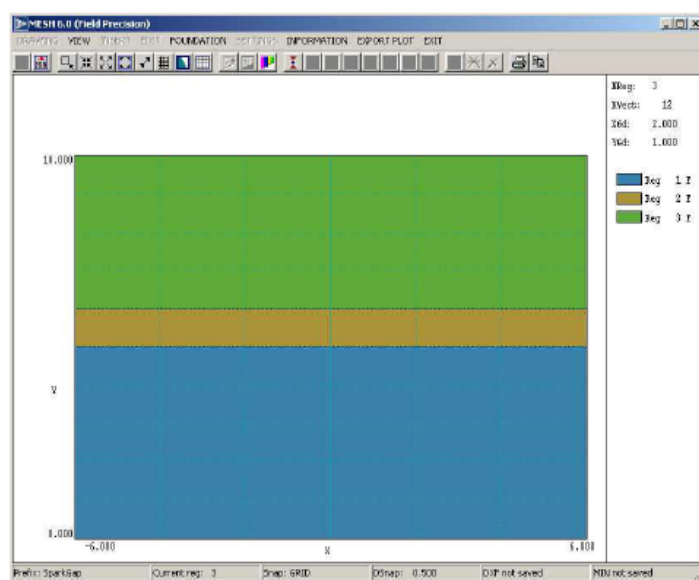

図 10 Fill（塗りつぶし）表示モードで図示された region 1、2、3
Filled(充填)領域が正しく作られているか（すなわち、ベクトルが連結していて、閉領域を取り囲んでいるか）をチェックすることができます。メニューコマンドの「VIEW」→「Toggle FILL display」をクリックするか、それに対応するボタンを用いてください。画面プロットは、ベクトル表示から、Fille(充填)領域で占められた空間の表示に変わります（図 10）。ベクトルを入力し、編集するすべてのメニューコマンドが使用不可になっていることに留意してください。ベクトルプロットモードに戻るときには、再び「Toggle FILL display」コマンドをクリックしてください。「DRAWING」→「Export DXF file」コマンドを用いて、これまでの作業をバックアップしておくとい良いでしょう。
- 領域を生成する順番が正しく上書きしていることのチェック。たとえば、図 10 において、電極が気体、セラミック、油の領域と重なる空間をどのように上書きするか確認してください。